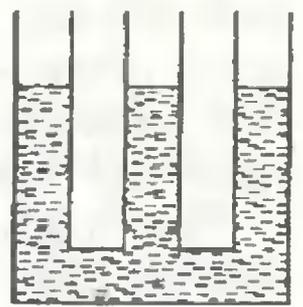

Рис.2
3. Три одинаковых сообщающихся сосуда частично заполнены водой (рис. 2). Когда в левый сосуд налили слой керосина высотой $H_1 = 20$ см, а в правый высотой $H_2 = 25$ см, то уровень воды в среднем сосуде повысился. На сколько повысился уровень воды в среднем сосуде? Плотность керосина $\rho_k = 800$ кг/м³, плотность воды $\rho_v = 1000$ кг/м³.